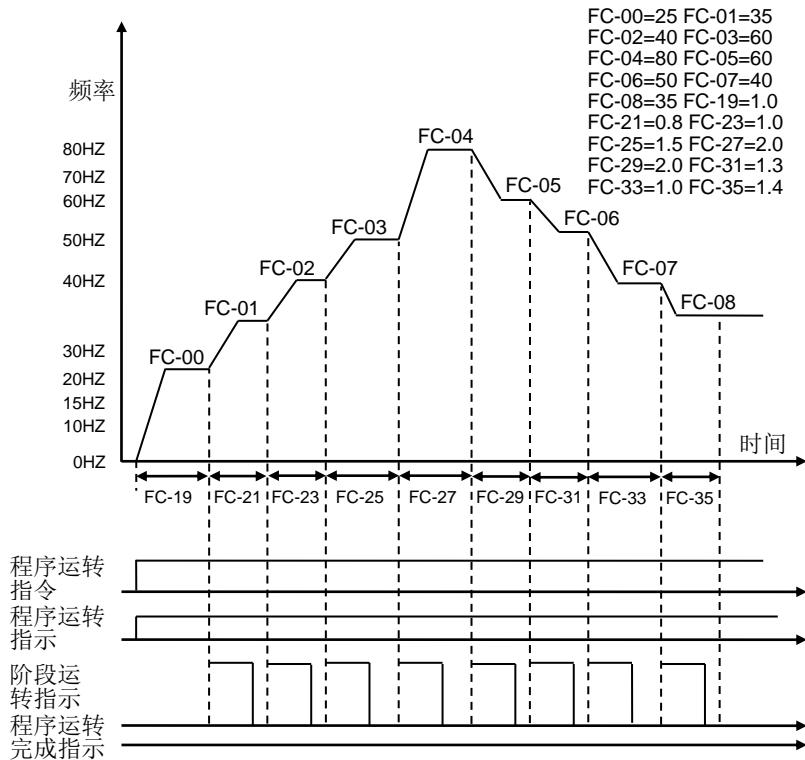

图 6-41A
- 动作说明：**如图 6-41A 所示，当 F0-02=1、FC-16=1、FC-17=9、FC-18=N 时，变频器从第一段频率（FC-00）开始运行，直到运行最后一段频率（FC-08），且一直按最后一段频率运行，当接收到停止命令时停止运行。